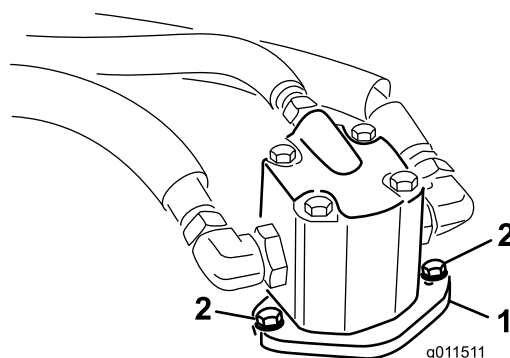

Figura 81
4. Togliete i bulloni che fissano il motore idraulico all'apparato di taglio (Figura 81).